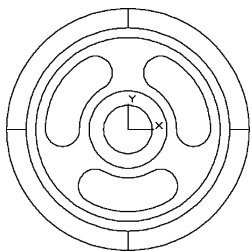
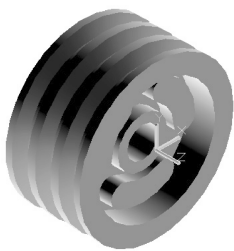

图 12-31 弧形孔阵列图
图 12-32 弧形孔拉伸后的图
(8) 单击“默认”选项卡“修改”面板中的“编辑多段线”按钮, 将弧形孔的边界编辑成一条封闭的多段线。
(9) 单击“默认”选项卡“修改”面板中的“环形阵列”按钮, 进行阵列。设置中心点为 (0,0), 项目总数为 3。单击“默认”选项卡“修改”面板中的“分解”按钮, 分解环形面, 此时绘图区的图形如图 12-31 所示。
(10) 单击“三维工具”选项卡“建模”面板中的“拉伸”按钮, 拉伸绘制的 3 个弧形面, 拉伸高度为 -240。
(11) 单击“可视化”选项卡“视图”面板中的“西南等轴测”按钮, 改变视图的观察方向, 结果如图 12-32 所示。